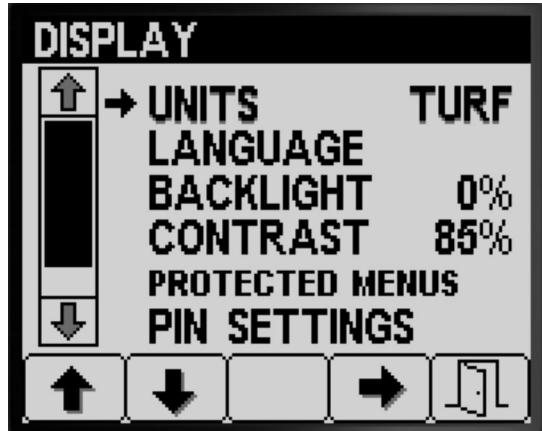

Figura 17
- Pulse el botón 1 o el botón 2 para desplazarse a la opción UNIDADES (Figura 17).
- Pulse el botón 4 para cambiar entre las siguientes unidades de medida: INGLÉS, CÉSPED, y SI (Figura 17).
- Pulse el botón 5 para guardar el ajuste, salir de la pantalla UNIDADES y volver a la pantalla Ajustes (Figura 17).